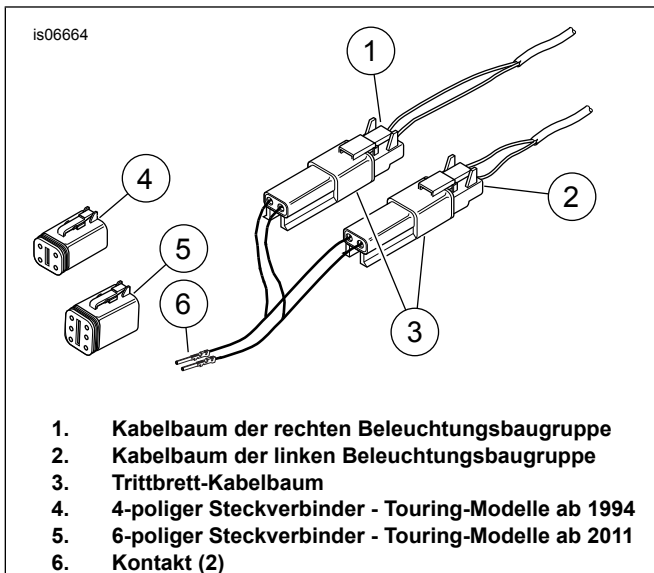

Abbildung 10. Elektrikanschlüsse - Alle Modelle ab 1994
1. Siehe Abbildung 10. Den 4-poligen Deutsch-Steckverbinder am Trittbrett-Kabelbaum installieren. Siehe Werkstatthandbuch.
2. Die rechten (1) und linken (2) Kabelbäume der Leuchtenbaugruppe in den Trittbrettkabelbaum (3) einstecken.
3. Den Kabelbaumsteckverbinder des Trittbretts (4) am Nebenverbraucherstecker unter dem Sitz anschließen. Weiter mit ENDGÜLTIGER ZUSAMMENBAU.
1. Siehe Abbildung 10. Den 6-poligen Deutsch-Steckverbinder (5) am Trittbrett-Kabelbaum installieren. Siehe Werkstatthandbuch.
2. Die rechten (1) und linken (2) Kabelbäume der Leuchtenbaugruppe in den im Satz enthaltenen Trittbrettkabelbaum (3) einstecken.